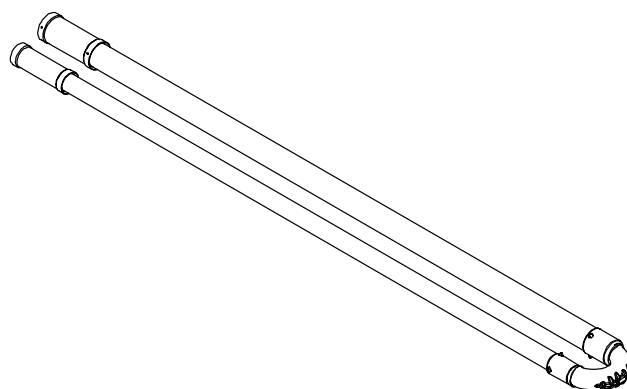

Рис. 18
- 2а) INFRA 9B , INFRA 12B Установить манжеты диам. 108 и 80 мм, прикрепить их винтами, входящими в комплект поставки; при этом труба должна входить в манжету до ее СЕ/Аредины (примерно на 150 мм). Для облегчения операции допускается использование молотка; при этом рекомендуется не бить прямо в манжету, а в кусок дерева, вставляемый между манжетой и молотком (см. рис. 18а).
Рис. 18а